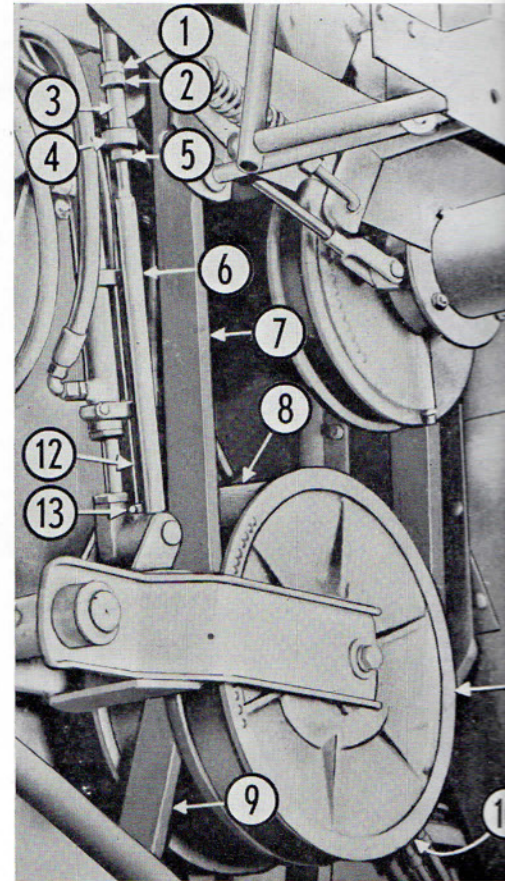

Fig. 99
- Mettre le levier de vitesse au point mort, mettre le moteur en route et déplacer la manette de commande de variateur à fond vers l'avant pour étendre le vérin (poulie intermédiaire vers le bas) jusqu'à ce que la courroie inférieure 9 soit au ras du bord extérieur des flasques de poulie 8 (fig. 99).
- Desserrer les écrous supérieurs et inférieurs de la tringle d'arrêt (1 et 5, fig. 99).
- Serrer l'écrou 1 (fig. 99) de la tringle d'arrêt jusqu'à ce que la rondelle 2 soit contre la butée 4 (fig. 99).
- Faire tourner la poulie du variateur et la placer en vitesse lente jusqu'à ce que la courroie supérieure 7 (fig. 99) soit au ras des flasques de poulie 10 (fig. 99).
- Desserrer la vis de réglage 13 (fig. 99) et enfoncer le câble jusqu'à ce que l'index soit en position minimum, c'est-à-dire en face du premier repère vers l'arrière.